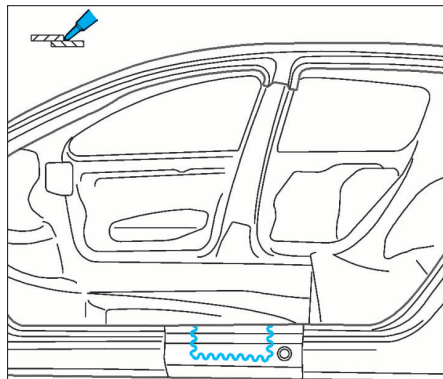

FIG. 61
- Après ajustage, déposer un cordon de colle (Fig.61 et 62).